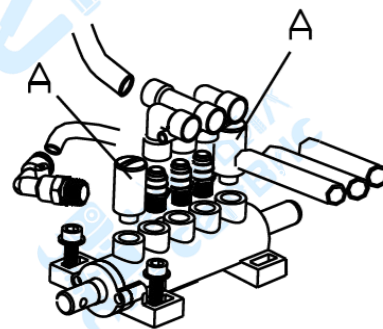

Рис. 13
4. Если монтажная головка приподнимается на 2-3 мм автоматически от края обода, отрегулируйте с помощью болт «Х» (как показано на рис.13)